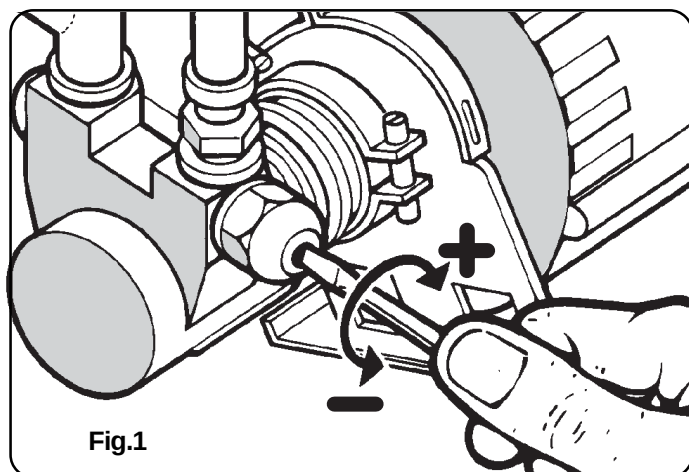

Fig.1
La pompe a une électrovalve qui sert à régler la pression de refoulement. Le tarage de la pression a été fait sur 3,5 bars; la vis (G) (voir fig.1) permet de modifier la pression.